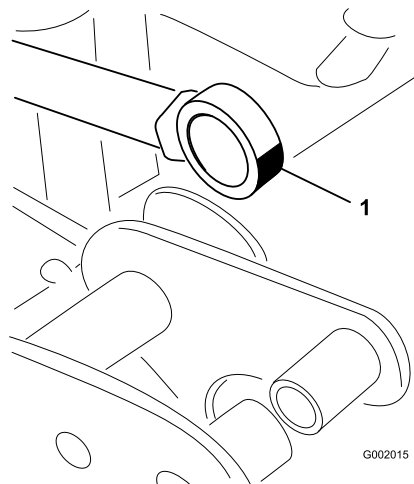

Рисунок 48
5. Приведите в движение конец, где расположен подшипник штока привода, и заправьте подшипник консистентной смазкой (Рисунок 48).